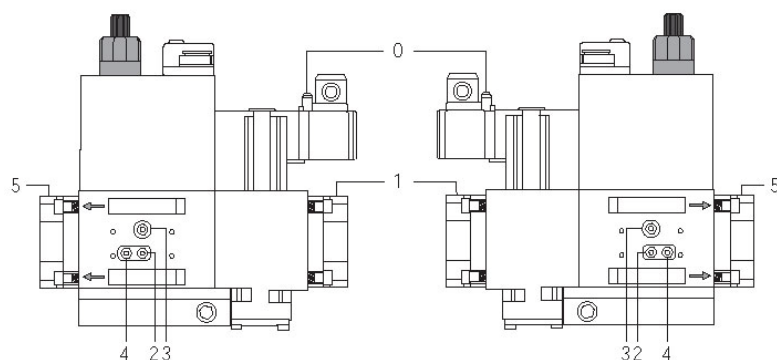

Рис. 25
- 2 Отвинтите винты 1 ÷ 4 шестигранным ключом № 3 и снимите крышку фильтра 5 на Рис. 25.